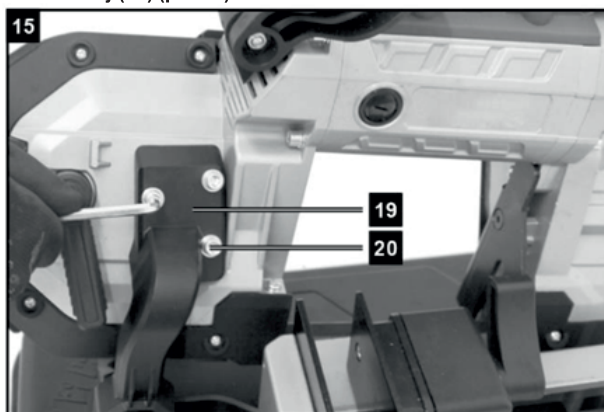

Рис. 15
1. Поверните опорную пластину опорного рычага (22) до тех пор, пока отверстие опорной пластины рычага не совместится с отверстием в столе пилы.
2. Вставьте винт с внутренним шестигранником в отверстие в столе пилы (21).
3. Наклоните стол (21) на бок и затяните гайку из комплекта поставки винтом с внутренним шестигранником.
Установка машины на станину (19) (рис.15)